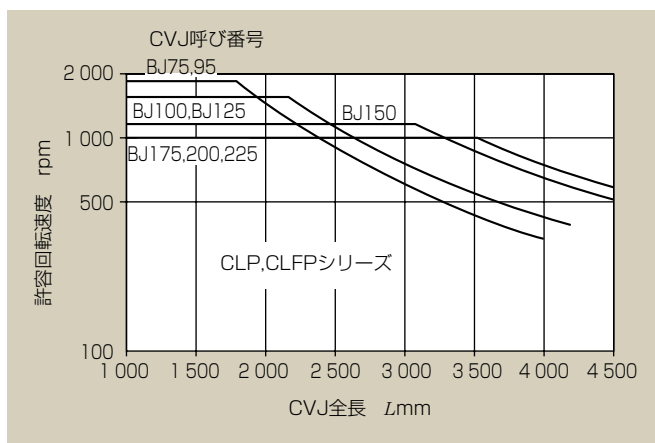

図13 CVJの許容回転速度
- 軸の長さによっては使用回転速度の制限を受けます。図13に示す軸の許容回転速度にてご確認ください。